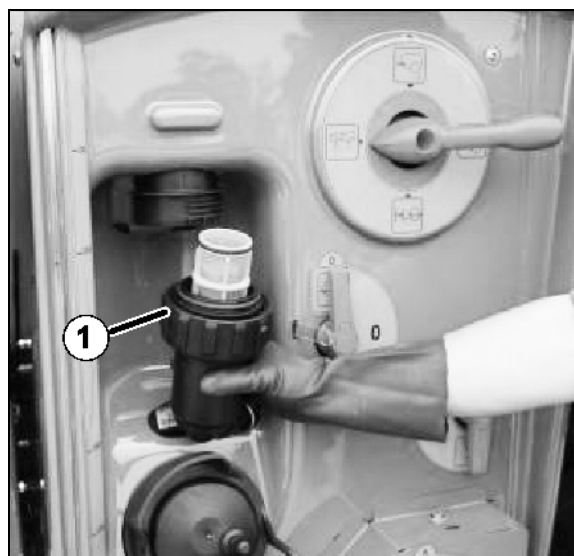

Fig. 151
2. Togliere il filtro a pressione (Fig. 151/1) e pulirlo con acqua.